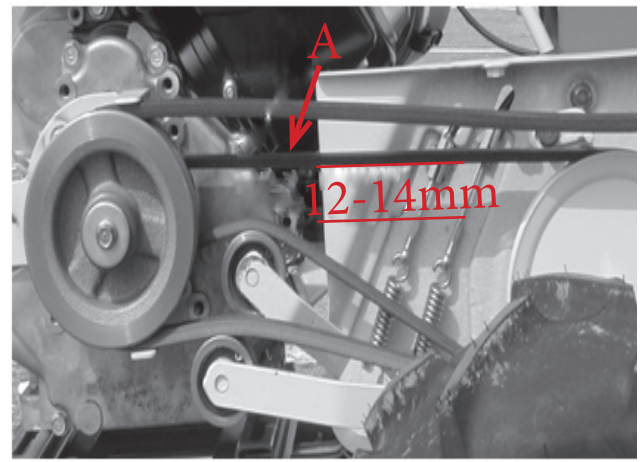

Bild 21
- Drücken Sie den Keilriemen an der Position A (Bild 21) durch, er muss sich zwischen 12 und 14 mm durchdrücken lassen. Wenn nicht, stellen Sie den Antriebsbowdenzug nach.